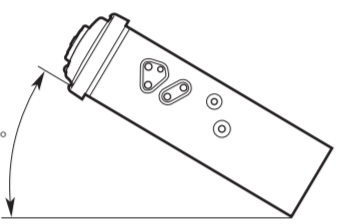

Figure 2 / 图 2 / 그림 2
- 2. Install the unit within 30° of the horizontal plane. (Figure 2)
- 2. 安装时, 请使本装置与水平面的角度在30°以内。(图2)